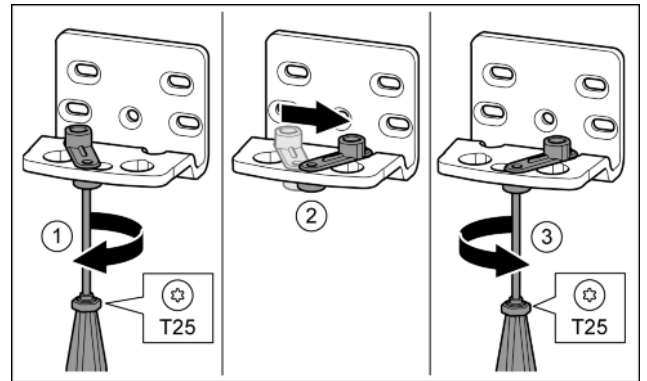

Fig. 15*
- ▶ Schraube mit Schraubendreher T25 lose schrauben. Fig. 15 (1)*
- ▶ Türschließhilfe anheben und um 90° nach rechts in Bohrung drehen. Fig. 15 (2)*
- ▶ Schraube mit Schraubendreher T25 festschrauben. Fig. 15 (3)*